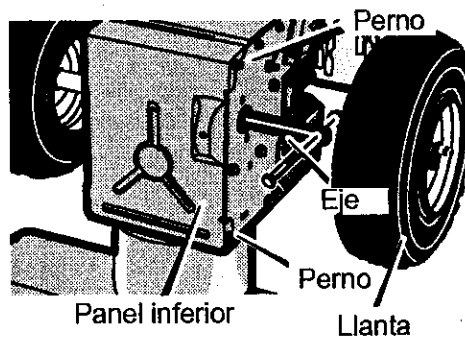

Figura 67
4. Quite los sujetadores que fijan la llanta derecha. Quite la llanta derecha del eje (Figura 67)
19. Instale el **panel inferior** (Figura 67).